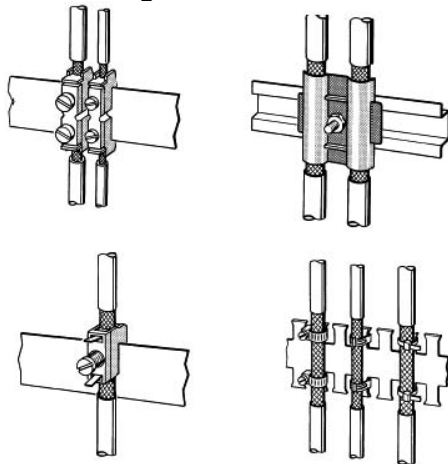

Bild 5-2 Befestigen von geschirmten Leitungen mit Kabelschellen und Schlauchbindern (schematische Darstellung)
- Die Schellen müssen den Schirm großflächig umschließen und guten Kontakt ausüben (siehe Bild 5-2).